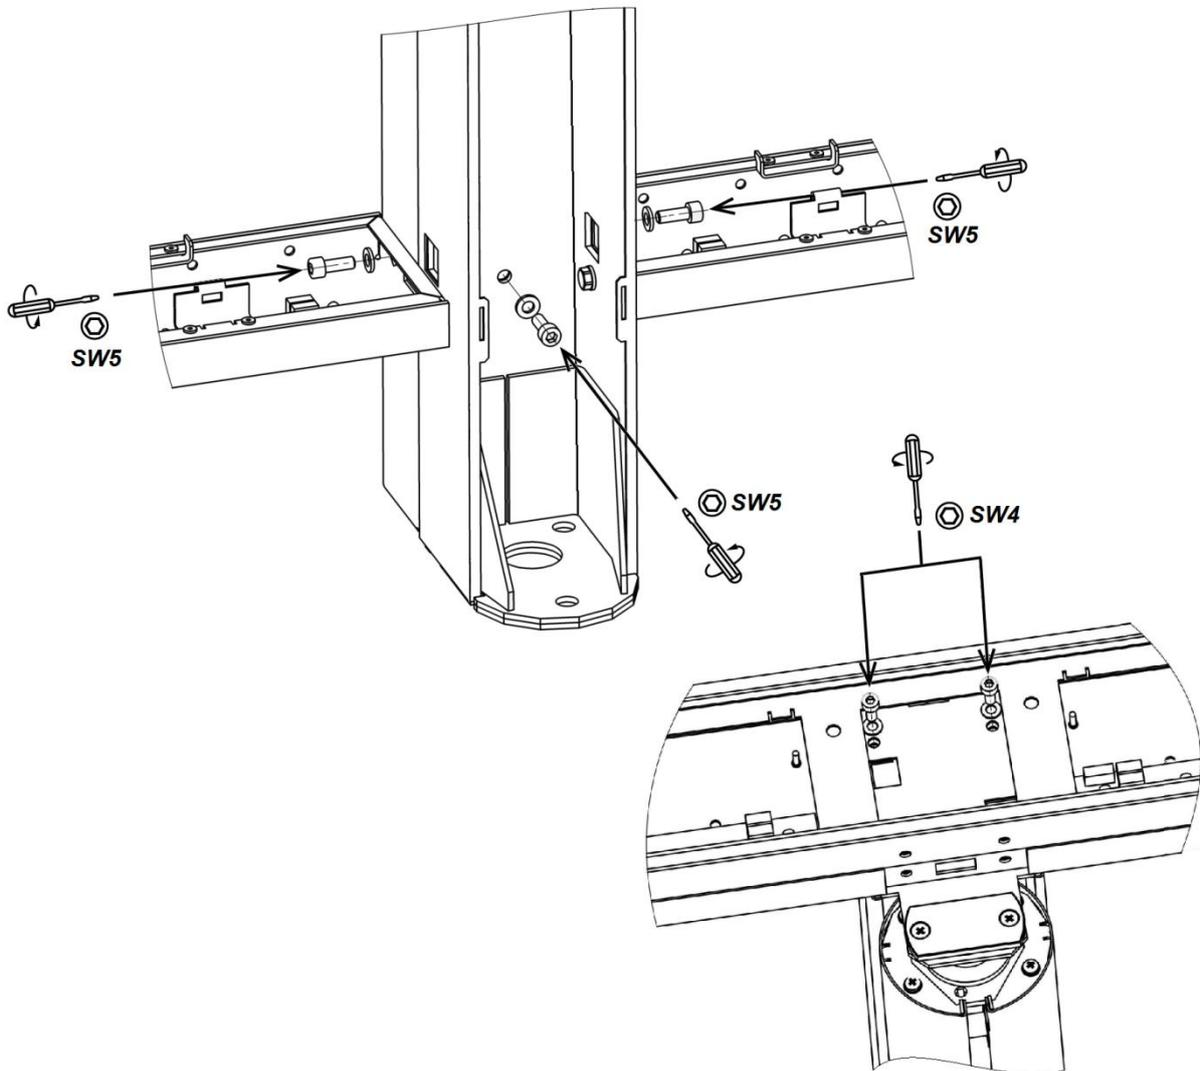

Fig. 28. Smontaggio del pannello posteriore del montante centrale
1. Smontare il coperchio della sezione (10) (rif. paragrafo 8.8.7) e due piastre di protezione.
2. Smontare il modulo di indicazione sul montante centrale (3) (rif. paragrafo 8.8.6).
3. Smontare la piastra di copertura dell'anta (4) (rif. paragrafo 8.8.5).
4. Smontare la piastra di copertura del montante centrale (5) (rif. paragrafo 8.8.1).
5. Smontare tutte e due coperchi della canalina inferiore (14) (rif. paragrafo 8.8.8).
6. Per la sezione **ST-01**: Togliere il pannello posteriore del montante centrale (6). Per fare ciò svitate 2 viti M6x16 (con chiave a brugola SW5) nelle canaline inferiori, una vite M6x16 (con chiave a brugola SW5) nella parte inferiore del montante centrale e due viti M5x12 (con chiave a brugola SW4) nella canalina superiore (rif. Fig. 28).